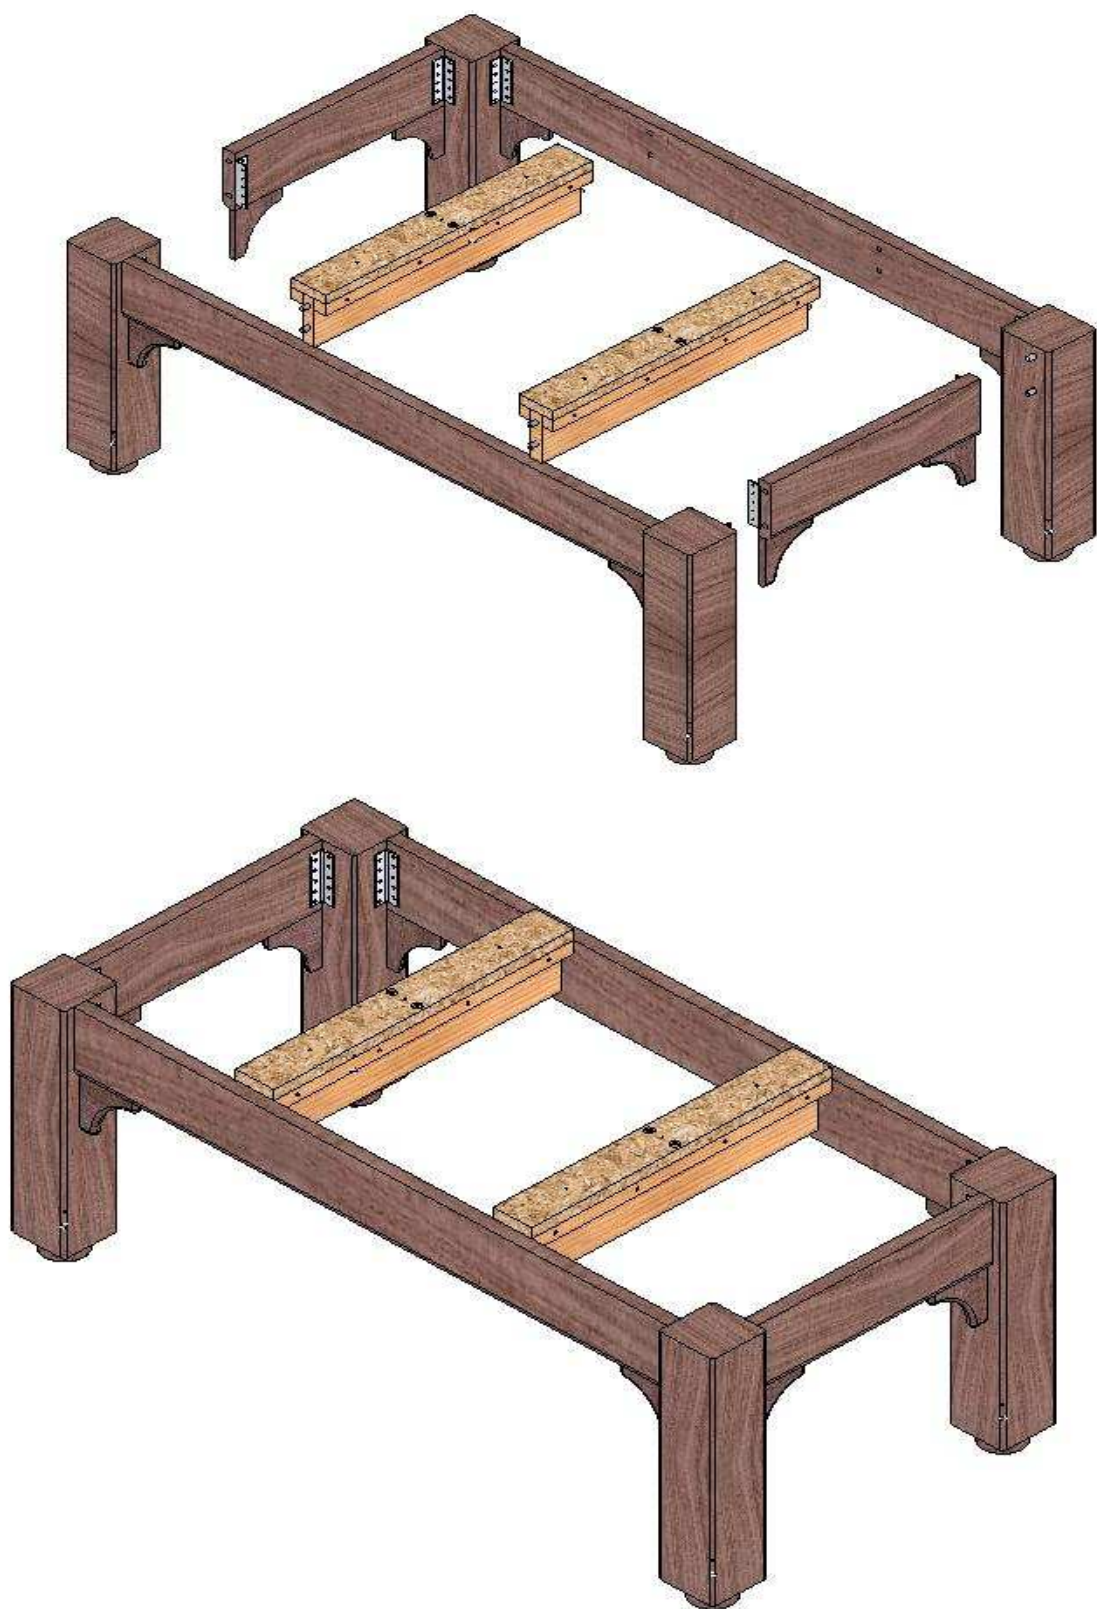

Рисунок 3.25
2. Вставьте короткие царги в опоры, устанавливая одновременно перемычки, закрепите царги в опорах, сильно не затягивая (рис.3.25).